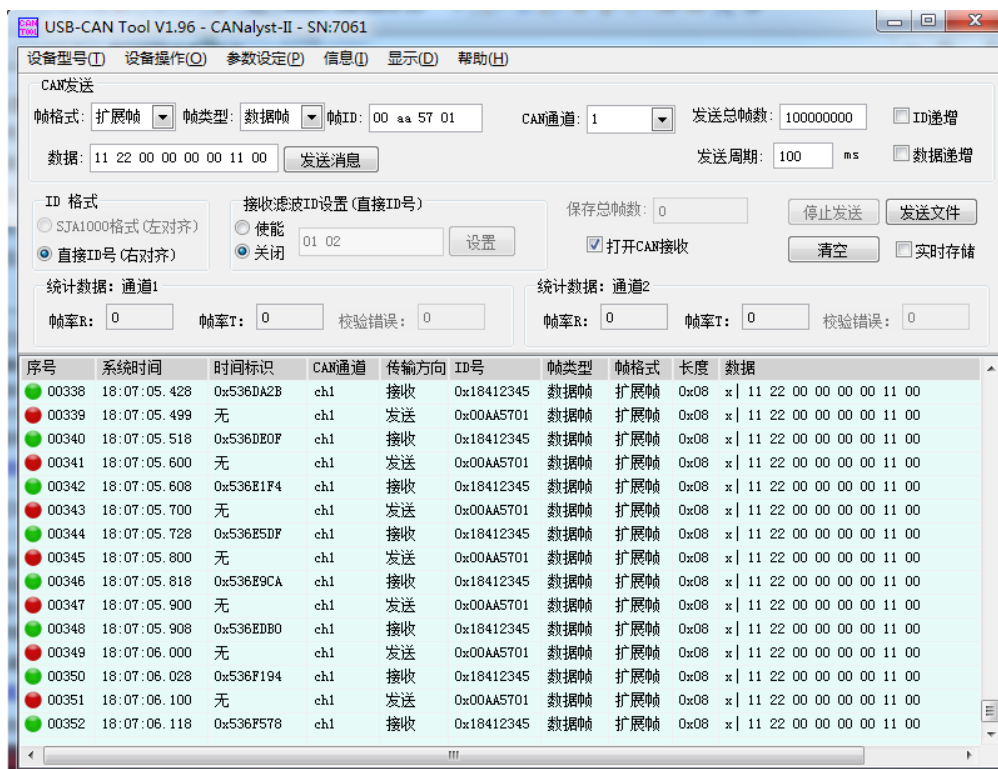

图 4 实验结果
(3) 将 can1 通讯工程打开，连接 jlink，并下载运行，点击图 3 中的“发送消息”则可以看到板子发来的数据，如图 4 所示。